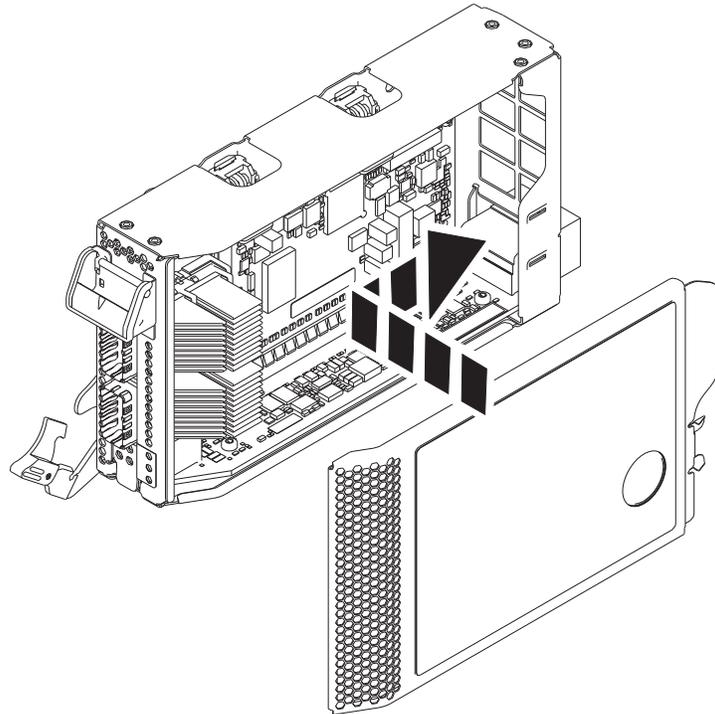

Abbildung 20. Kassettenabdeckung des PCIe-Adapters austauschen
- a. Richten Sie die Kassettenabdeckung aus und schieben Sie sie auf der Kassette in Position, wie in Abb. 20 dargestellt.